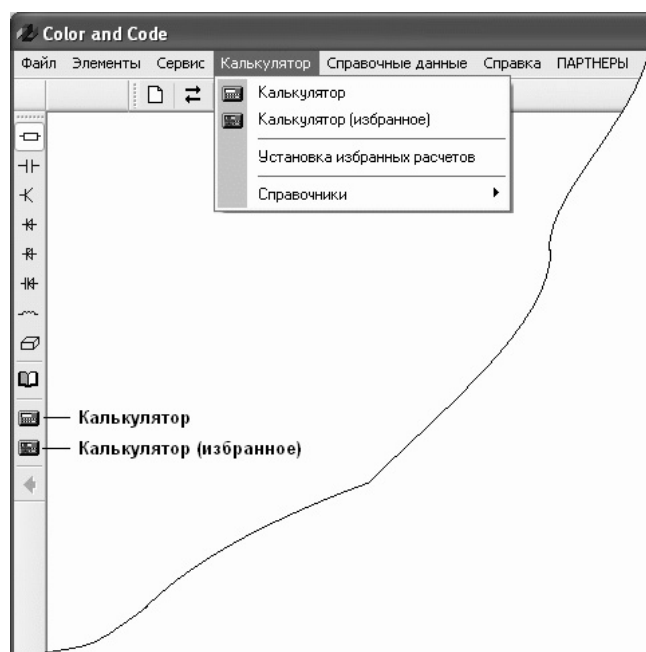
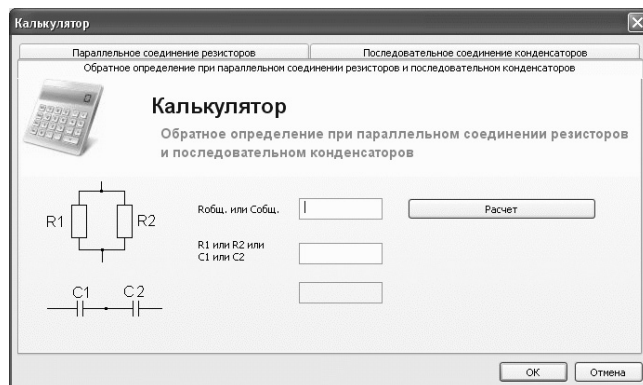
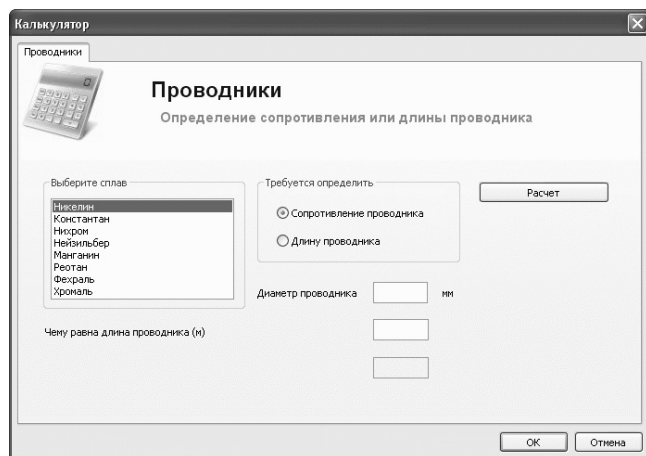

Рис. 1. Модуль “Калькулятор”
Рис. 3. Вывод избранных расчетов
Рис. 6. Расчет “Проводники”
Вызвать модуль калькулятора можно с рабочей панели инструментов или с главного меню (рис. 1).
2. “Калькулятор (избранное)” – выводятся расчеты в сгруппированном виде (рис. 3), которые были заранее предустановлены через меню “Калькулятор” -> “Установка избранных расчетов” (рис. 1).
Теперь достаточно подтвердить выбор и вызывать избранные расчеты кнопкой “Калькулятор (избранное)” рис. 1.
С целью минимизации зависимости пользователя от программистов, модуль калькулятора (рис. 1) имеет свои собственные справочники. К примеру, в расчете “Проводники” имеется список сплавов различных материалов (рис. 6).